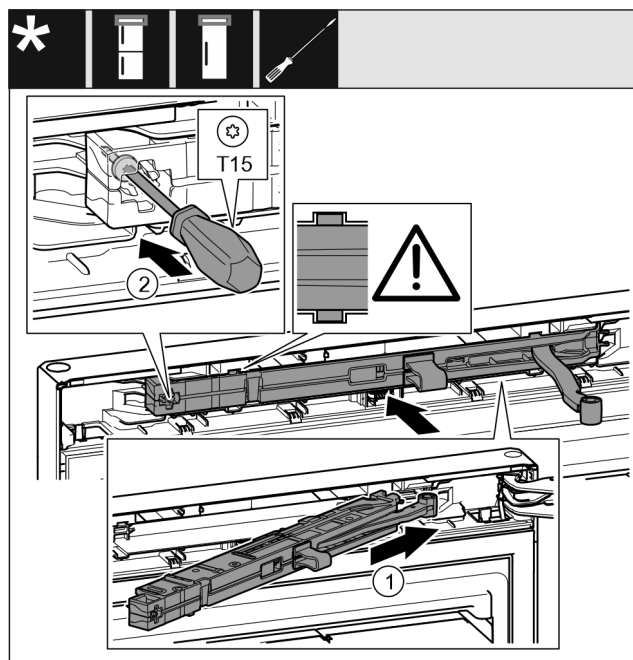

Fig. 71
- Inserire in diagonale l'unità dell'ammortizzatore di chiusura Fig. 71 (1) nel vano sul lato del blocco di supporto fino a battuta.
- Stringere la vite Fig. 71 (2) con un cacciavite.